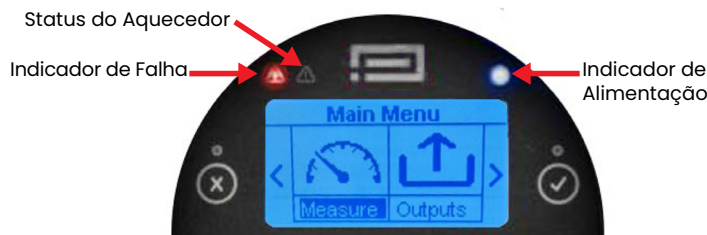

Figura 11: Luzes Indicadoras
4. **Código de erro:** Indica um erro ativo exibindo o código de erro correspondente. Consulte o Apêndice C para a lista de códigos de erro. Quando um erro é indicado, a luz do indicador de falha (veja em *Figura 11*) pisca para alertar o usuário.